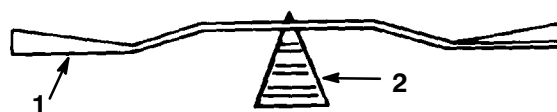

Figure 25
2. Vérifiez l'équilibre de la lame en la plaçant sur un équilibreur (Fig. 25). Si la lame reste horizontale, elle est équilibrée et peut être utilisée. Si la lame est déséquilibrée, limer un peu le dos de la lame. Vérifiez de nouveau et répétez la procédure jusqu'à ce que la lame soit équilibrée.